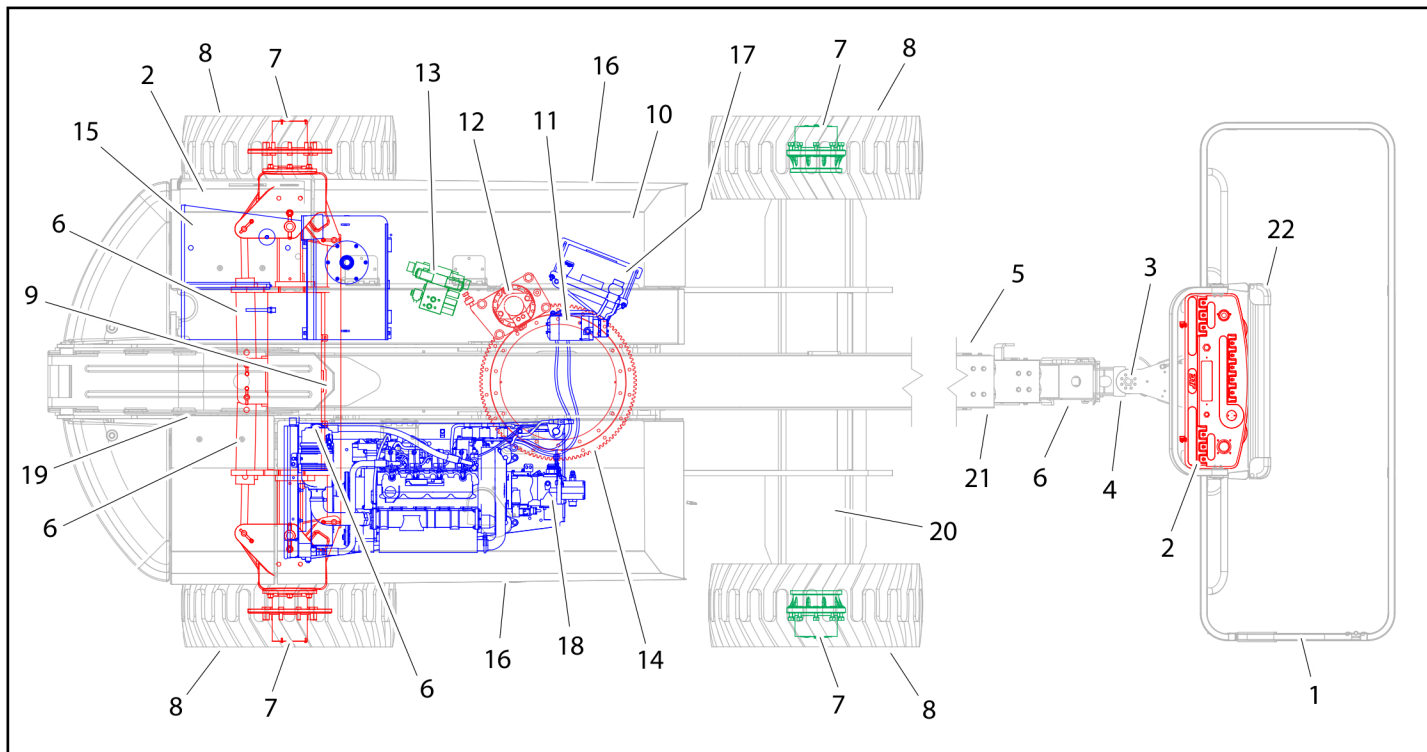

Fig. 2-3. Diagram över rundvandningsinspektion
5. **“Rundvandrings”-inspektion** – se Fig. 2-3. t.o.m. Fig. 2-5.